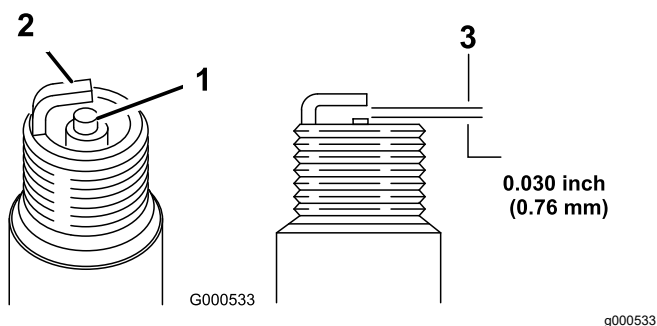

Figura 30
5. Defina a folga na vela para 0,76 mm; consulte Figura 30.